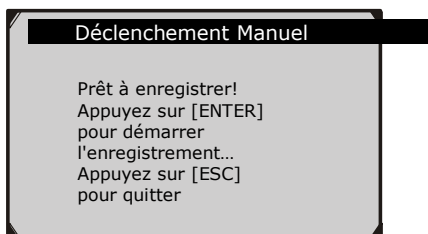

Figure 5.24
- Si vous avez sélectionné le **Déclenchement Manuel** l'écran suivant s'affiche: (Figure 5.24)